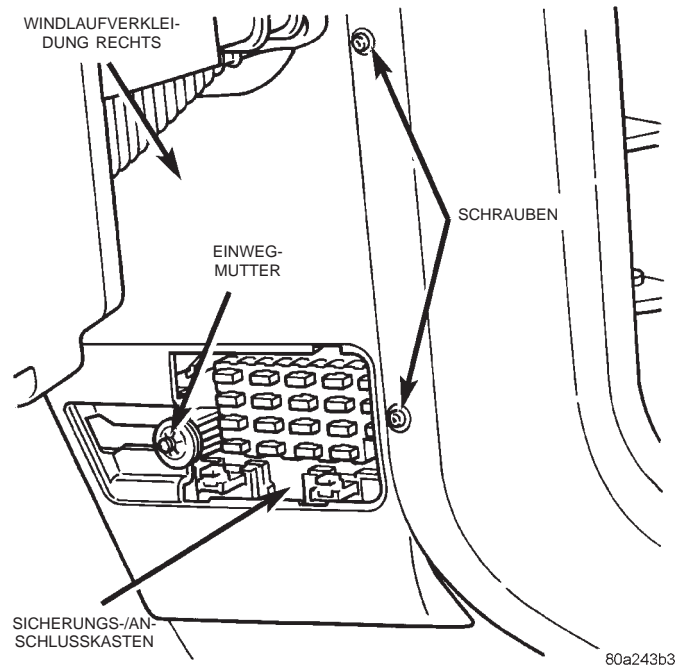

Abb. 15 Windlaufverkleidung rechts aus- und einbauen
(3) Die Einwegmutter lösen, mit der die rechte Fußraumverkleidung am Stehbolzen des Sicherungs-/Anschlußkastens befestigt ist (Abb. 15).